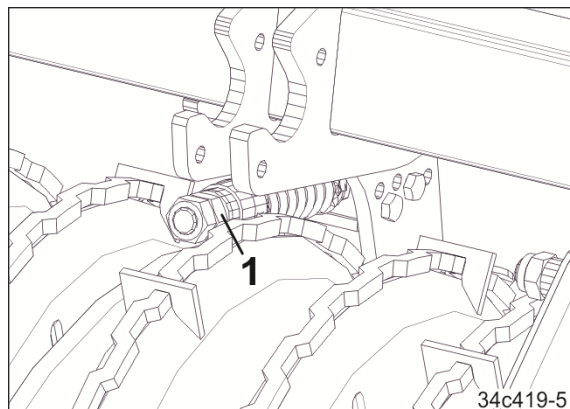

Fig. 166
2. Drej sekskantmøtrikken (Fig. 166/1) på affjedringspakken, indtil knivenderne igen slutter flugtende med valsekanterne. Skru kontra på sekskantmøtrikken.